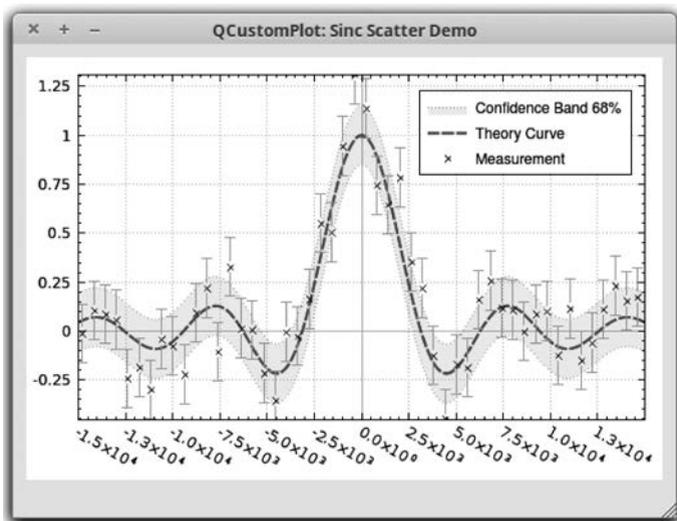

图 5.5 QCustomPlot 生成的曲线
(2) QCustomPlot 是一个用于绘图和数据可视化的控件包,可以生成美观、高品质的图形,并能将图形导出为多种常见格式,如矢量 PDF 文件或 PNG、JPG、BMP 等位图。开发者对代码进行了细致的优化,能支持实时可视化应用。图 5.5 是使用 QCustomPlot 生成的曲线。